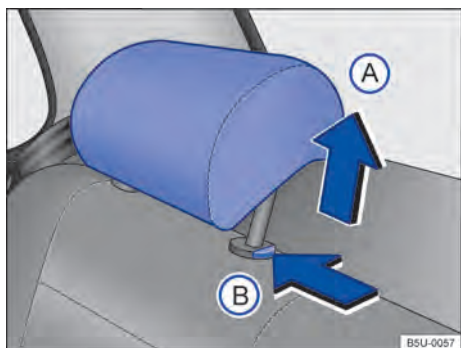

Fig. 66 Apoios para cabeça traseiros: desinstalar.
- Pressionar o botão → Fig. 66 (B) no sentido da seta. Retirar o apoio para cabeça com o botão pressionado.
- Empurrar o apoio para cabeça para baixo com o botão → Fig. 66 (B) pressionado.